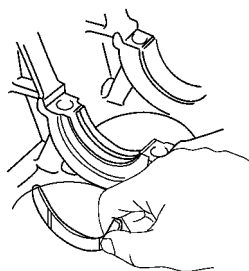

图 1-137 安装上止推垫圈要使油槽面朝外
(2) 安装上止推垫圈。将上止推垫圈装到气缸体的 3 号主轴承盖的位置，安装时要使油槽面向外，如图 1-137 所示。